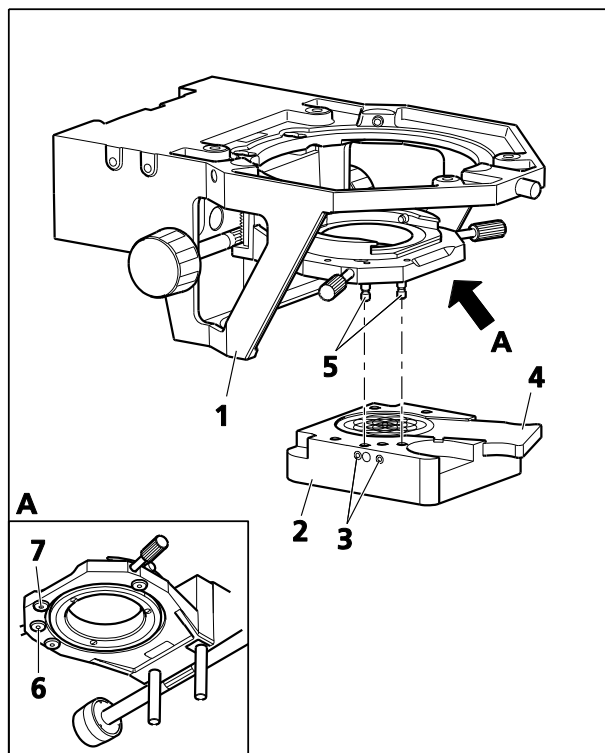

Fig. 49 Installation du dispositif d'éclairage LED
- Visser manuellement les boulons (Fig. 49/5) dans les trous taraudés (Fig. 49/6 et 7) situés en partie basse du porte-condenseur.
- Maintenir le dispositif d'éclairage LED (Fig. 49/2) parallèle à la partie inférieure du porte-condenseur (Fig. 49/1). Le déplacer vers le haut de manière à ce que les boulons (Fig. 49/5) s'insèrent dans les trous correspondants sur le dispositif d'éclairage. Fixer le dispositif d'éclairage à l'aide des vis à tête fraisée (Fig. 49/3) situées à gauche du dispositif d'éclairage LED.
- Enfoncer le curseur avec le verre diffusant à 80° (Fig. 49/4) dans le dispositif d'éclairage LED, ou pour la polarisation en lumière transmise, enfoncer le polariseur pour LED (427708-9901-000).